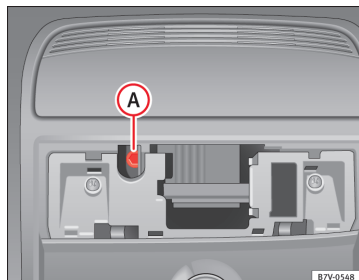

Fig. 196 Unbrakobolt til lukning af panoramaskydetag
- Stik en almindelig 4-mm-unbrakonøgle¹⁾ ind i unbrakobolten ⇒ Fig. 196 **A**.